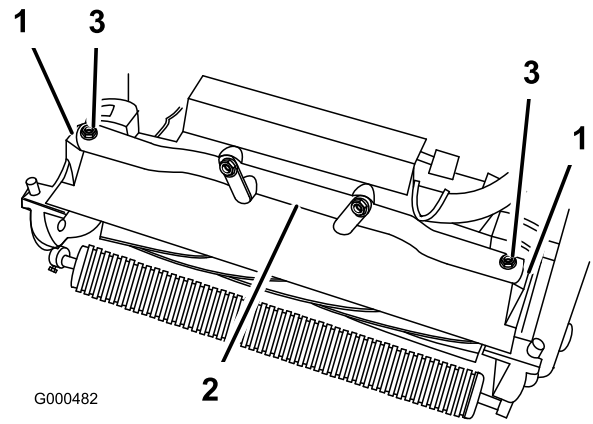

図 45
4. カッティングユニットのピボット・アームを走行ユニットのフレーム・チューブに固定しているボルト（2本）を取り外す（図 45）。
5. ピボット・アームを前に倒し（図 45）、走行ユニットをキック・スタンドに立てかける。